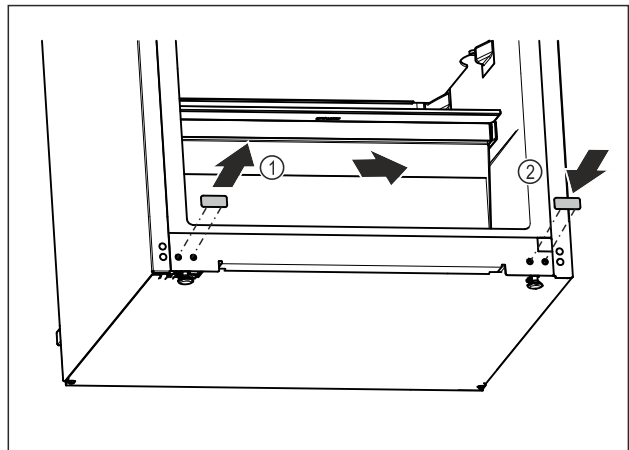

Fig. 12
- ▶ Retirar el tapón de la tapa. Fig. 12 (1)
- ▶ Insertar el tapón de la tapa en el lado opuesto. Fig. 12 (2)